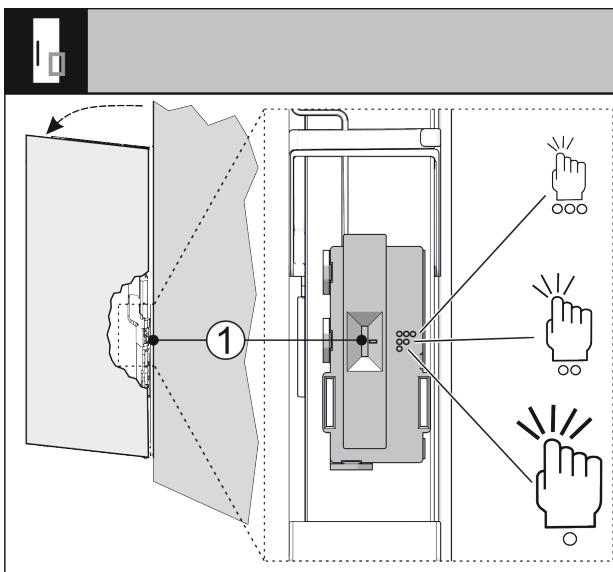

Fig. 32
Občutljivost signala trkanja lahko nastavite s stikalom Fig. 32 (1). Stikalo je na strani tečajev na spodnji tretjini vrat.
- Stikalo Fig. 32 (1) potisnite v želeno postavitev stikala.